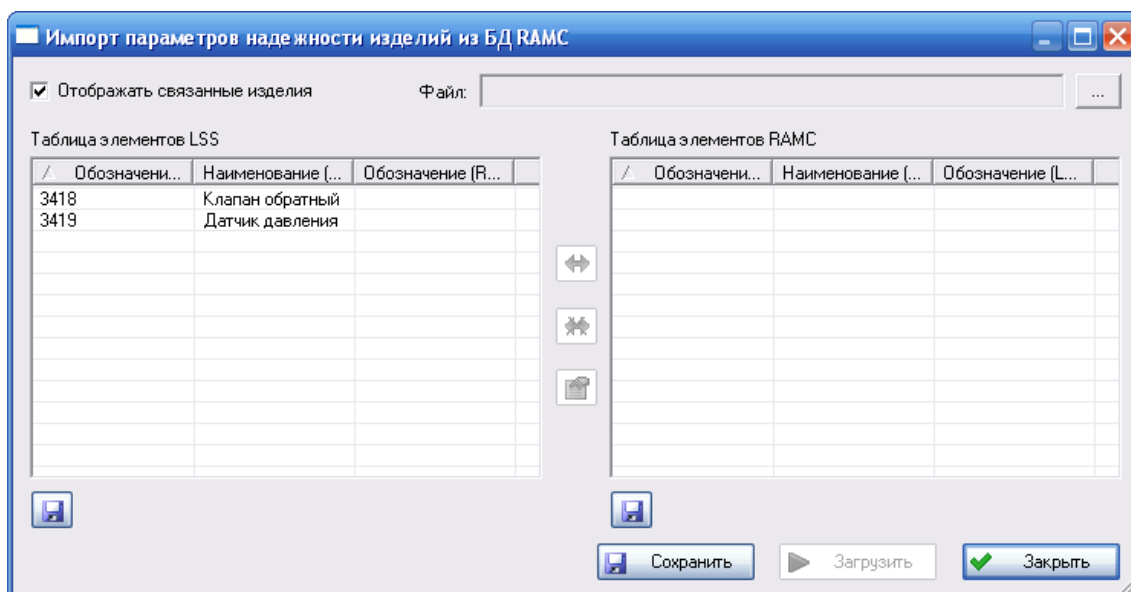

Рис. 14-2
3. В появившемся окне **Импорт параметров надежности изделий из БД RAMC** настройте параметры импорта (рис. 14-2):